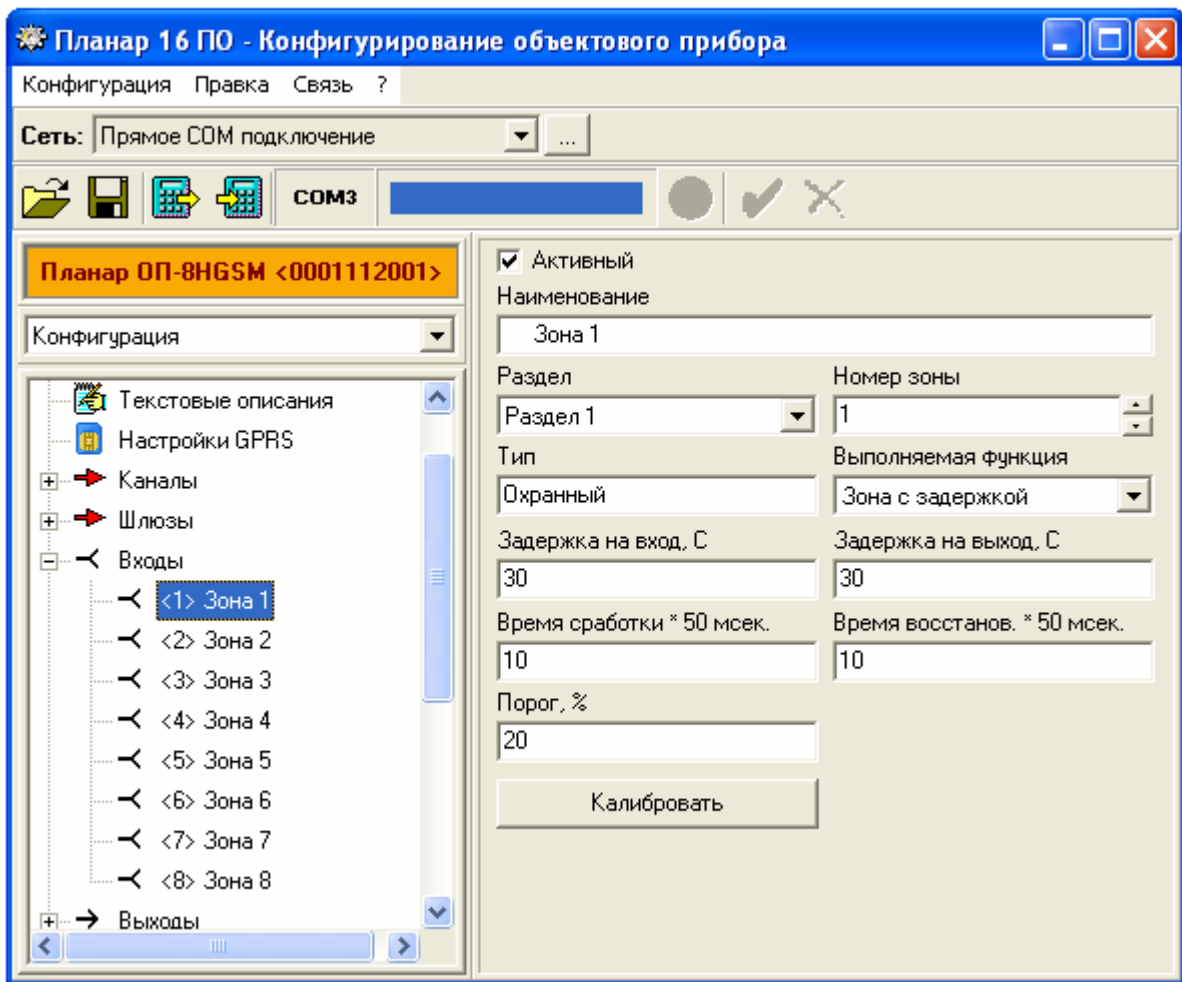

Рис. 12.16 Программирование входов
12.2.4.1.19.4. Типовое окно программы конфигурирования объектового прибора при программировании входов приведено на рис.12.16.